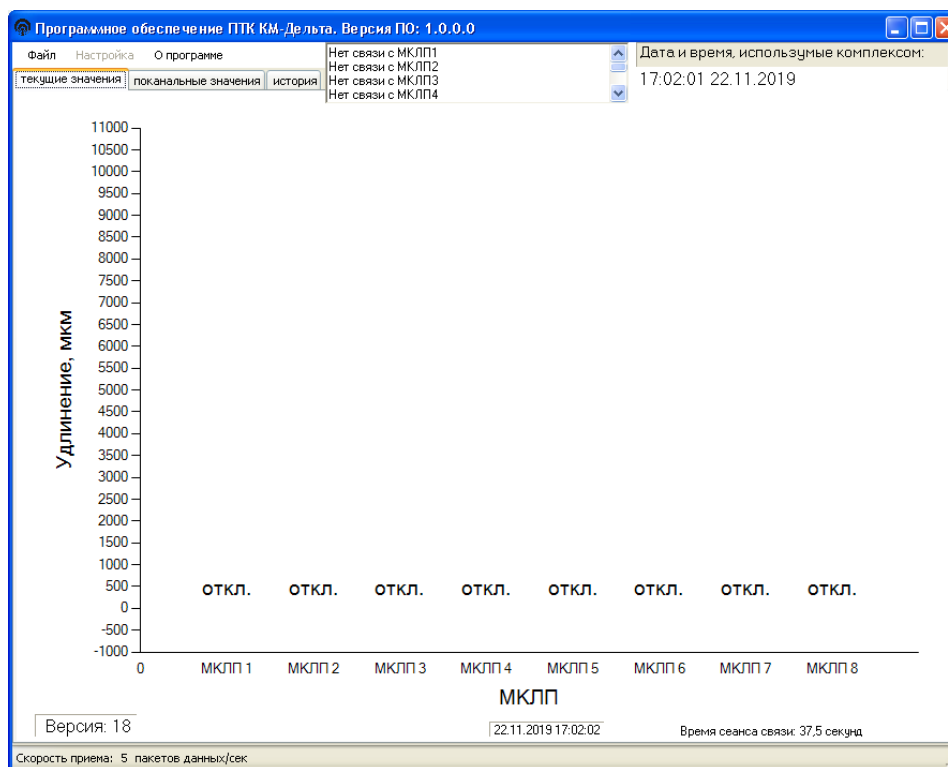

Рисунок 9
6.2.2.2 Активировать ПО ПТК КМ-Дельта. Выбрать пункт меню «Файл» - «Соединить». Проверка версии ПО блока управления осуществляется проверкой значения версии, отображаемой в нижней информационной строке основного окна (см. рисунок 9).